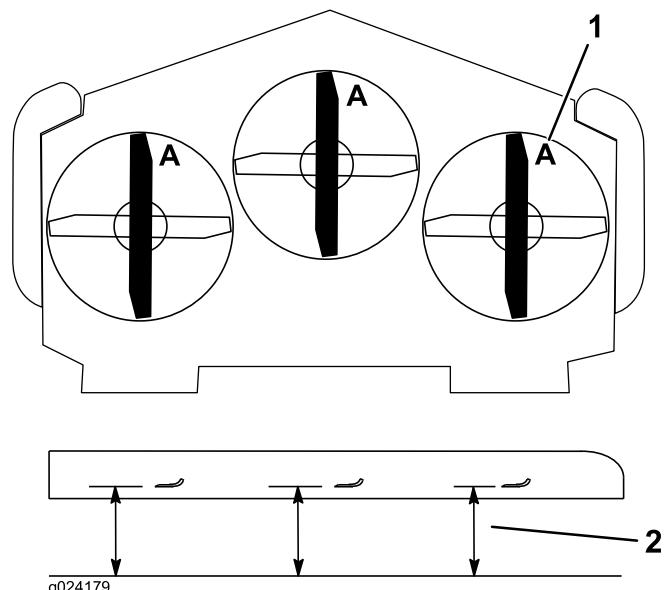

**Bild 90**
1. Untersuchen Sie die Schnittkanten (Bild 90). Entfernen und schärfen Sie die Messer, wenn die Schnittkanten nicht scharf sind oder Auskerbungen aufweisen. Siehe Schärfen der Messer \(Seite 68\).
2. Prüfen Sie die Schnittmesser, insbesondere den gebogenen Bereich (Bild 90). Wenn Sie Schäden, Verschleiß oder Rillenbildung in diesem Bereich feststellen (Bild 90), sollten Sie sofort ein neues Schnittmesser einbauen.